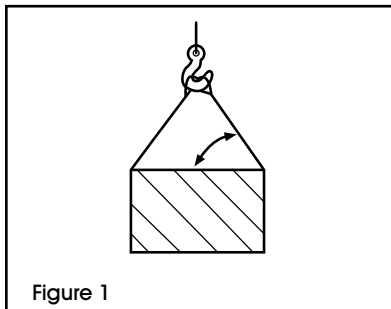

Figure 1
- Il faut tenir compte de l'angle de levée pour toutes les levées. (Voir Figure 1)